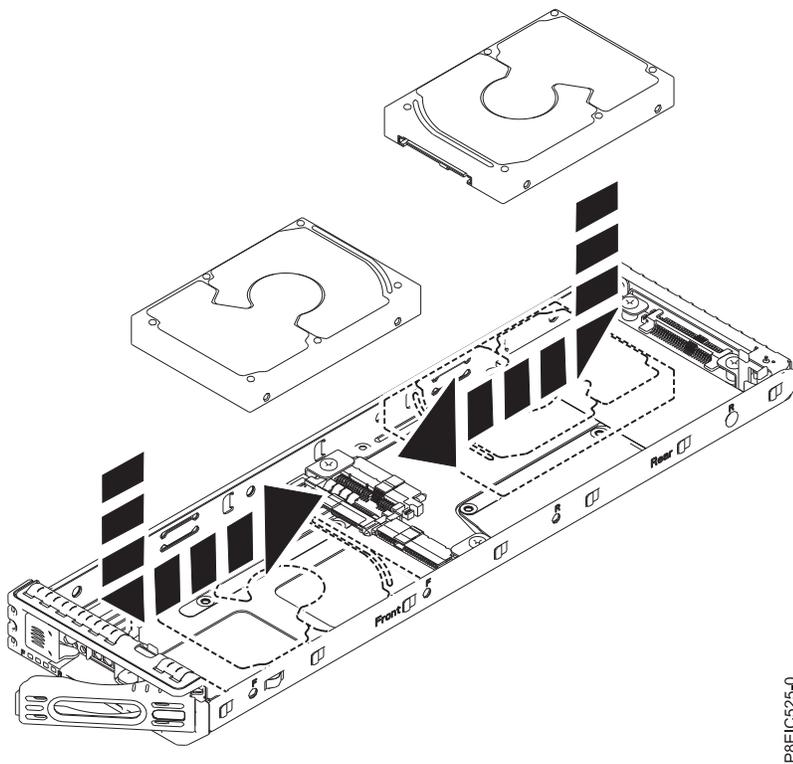

Abbildung 14. 2,5-Zoll-Laufwerk auf der Halterung installieren
- a. Ordnen Sie das Laufwerk auf der Halterung an und schieben Sie es anschließend in das Socket (siehe Abb. 14).